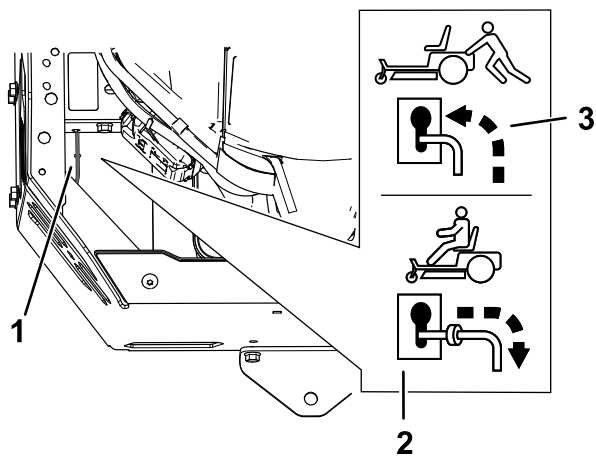

Рисунок 37
4. Вытяните рычаги перепускных клапанов вперед через профилированные отверстия и опустите вниз, чтобы зафиксировать их на месте (Рисунок 37).
Переместите рычаги перепускных клапанов назад через профилированные отверстия и опустите вниз, чтобы зафиксировать их на месте, как показано на Рисунок 37.